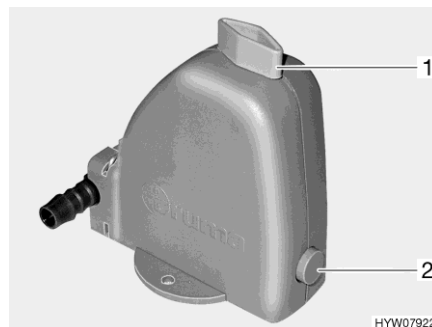

Bild 53 Sicherheits-/Ablassventil
Die Heizung ist mit einem Sicherheits-/Ablassventil (Bild 53) ausgestattet. Das Sicherheits-/Ablassventil verhindert, dass Wasser für die Warmwasser-Bereitung einfriert, wenn bei Frost die Heizung nicht eingeschaltet ist.
- Sicherheits-/Ablassventil schließen. Dazu den Drehknopf (Bild 53,1) quer zum Sicherheits-/Ablassventil drehen und den Druckknopf (Bild 53,2) hineindrücken.
- Sicherheits-/Ablassventil öffnen. Dazu den Drehknopf (Bild 53,1) längs zum Sicherheits-/Ablassventil drehen. Der Druckknopf (Bild 53,2) springt heraus. Der Brauchwasser-Behälter wird über das Sicherheits-/Ablassventil nach außen entleert.